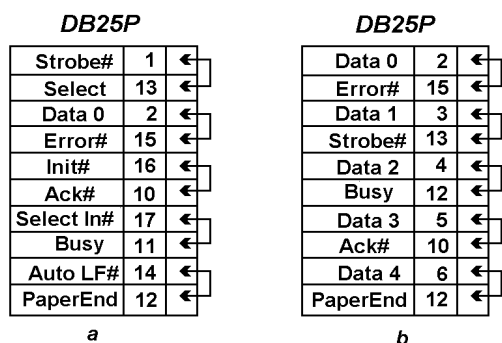

Рис. 1.14. Схема заглушки для тестирования LPT-порта: а — для Checkit, б — для Norton Diagnostics
Тестирование портов с помощью диагностических программ позволяет проверить выходные регистры, а при использовании специальных заглушек — и входные линии. Поскольку количество выходных линий порта (12) и входных (5) различно, то полная проверка порта с помощью пассивной заглушки принципиально невозможна. Разные программы тестирования требуют применения разных заглушек (рис. 1.14).